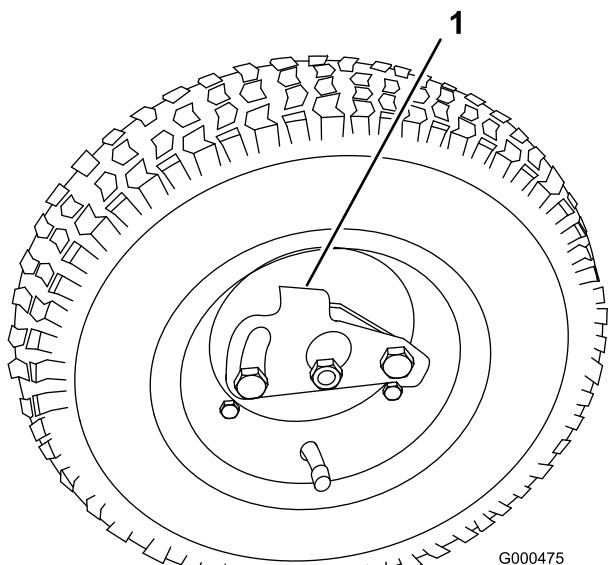

Figura 19
2. Empurre o dispositivo de bloqueio da roda para o centro da roda e deslize a roda na direção do eixo hexagonal (Figura 19).